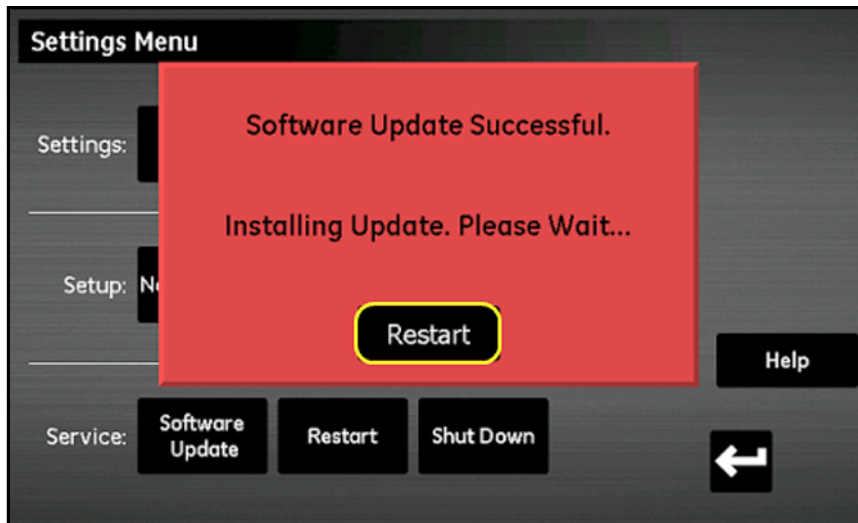

Figure 90: Écran de redémarrage
- Une fois que la mise à jour du logiciel est terminée, l'hygromètre vous invite à le redémarrer (voir *Figure 90* ci-dessous). Touchez **Redémarrer** pour relancer le moisture.IQ.